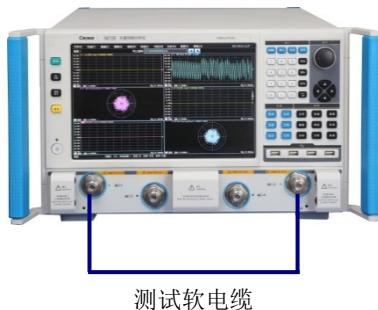

图 11.6 系统迹线噪声测试框图
- 1) 如图 11.6 所示连接系统，预热 60 分钟以上；